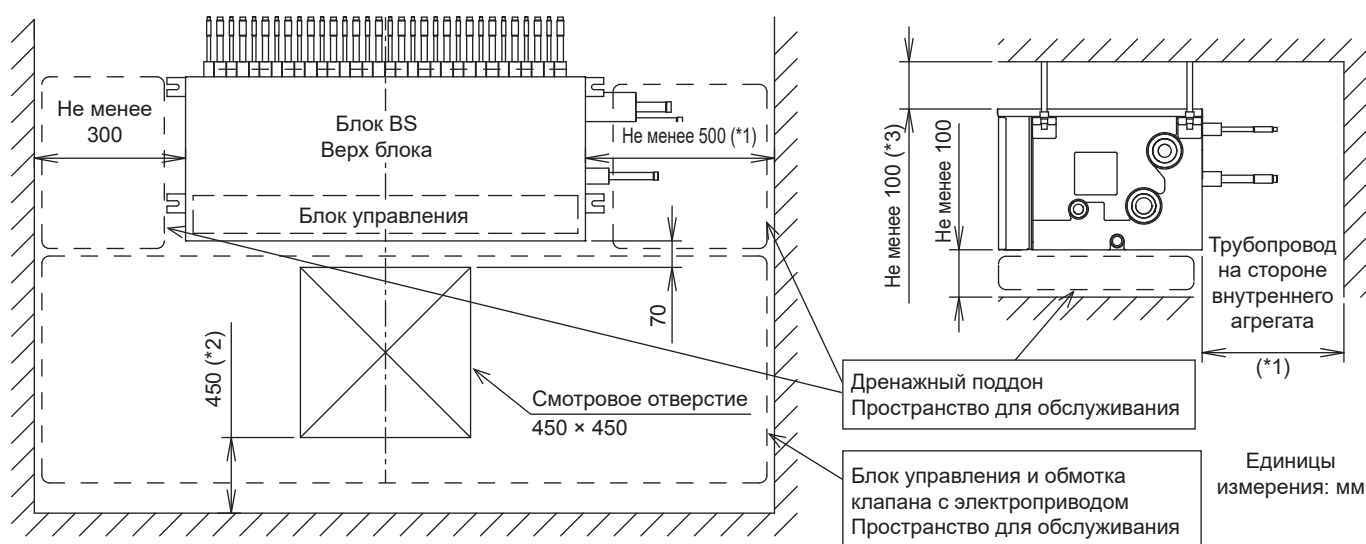

Рис. 1
- Должно быть обеспечено достаточное пространство для выполнения работ по монтажу и обслуживанию (см. рис. 1).